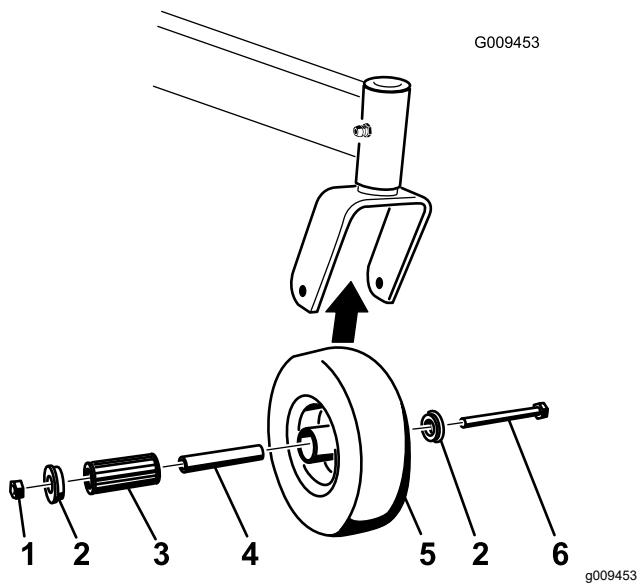

Figura 60
1. Retire la contratuerca y el perno que sujetan la rueda giratoria a la horquilla (Figura 60).
- Retire un casquillo, y tire del casquillo intermedio y del cojinete de rodillos para sacarlos del cubo de la rueda (Figura 60).
- Retire el otro casquillo del cubo de la rueda y limpie la grasa y la suciedad del cubo de la rueda (Figura 60).
Nota: Repare o cambie cualquier pieza dañada o desgastada (Figura 60).
- Coloque un casquillo en el cubo de la rueda (Figura 60).
- Engrase el cojinete de rodillos y el casquillo intermedio y deslícelos en el cubo de la rueda (Figura 60).
- Coloque el segundo casquillo en el cubo de la rueda (Figura 60).
- Instale la rueda giratoria en la horquilla y fíjela con el perno y la contratuerca (Figura 60).
- Apriete la contratuerca hasta que el casquillo intermedio se apoye contra el interior de las horquillas de las ruedas giratorias (Figura 60).